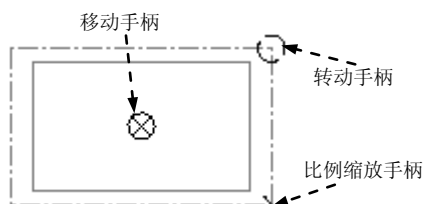
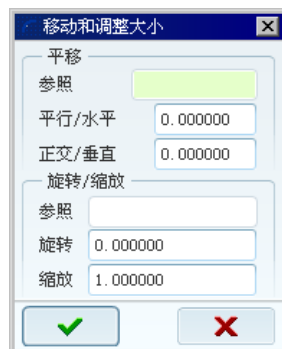

图 4.7.16 图元操作图
图 4.7.17 “移动和调整大小”对话框
Step2. 单击工具栏按钮 中的 , 或选择下拉菜单 **编辑 (E)** **移动和调整大小 (Q)** 命令, 图形区出现图 4.7.16 所示的图元操作图和图 4.7.17 所示的“移动和调整大小”对话框。
(1) 单击选取不同的操纵手柄, 可以进行移动、缩放和旋转操纵 (为了精确, 也可以在图 4.7.17 所示的文本框内输入相应的缩放比例和旋转角度值)。
(2) 单击“移动和调整大小”对话框中的 按钮, 确认变化并退出。